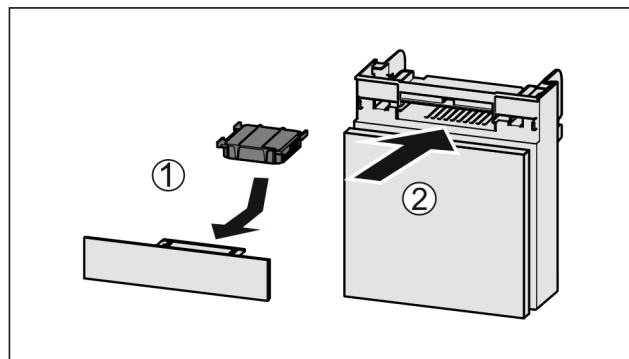

Fig. 36
- ▶ Filtr s aktivním uhlím vložte podle vyobrazení *Fig. 36 (1)*.
- ▶ Zásuvku zasuňte *Fig. 36 (2)*.